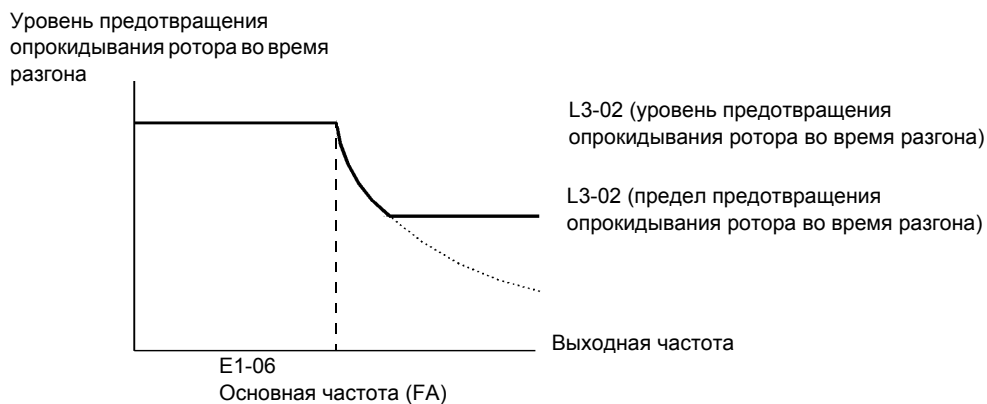

Рис. 6.27 Уровень и предел предотвращения опрокидывания ротора во время разгона
- Если двигатель используется в области неизменной мощности, то для предотвращения опрокидывания ротора значение L3-02 автоматически уменьшается. Параметр L3-03 является предельным значением и служит для предотвращения чрезмерного уменьшения уровня защиты от опрокидывания ротора в диапазоне неизменной мощности (см. Рис. 6.27).